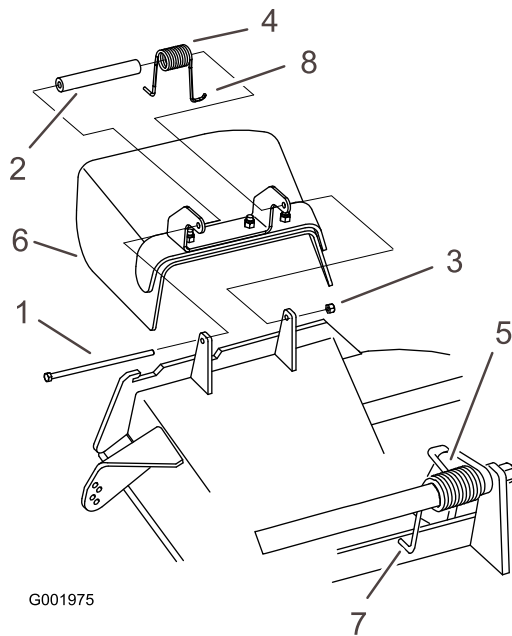

Figura 62
Nota: Asegúrese de colocar el extremo en **L** del muelle detrás del reborde de la plataforma antes de instalar el perno, según se muestra en la Figura 62.
3. Instale el perno y la tuerca. Coloque el extremo en **J** del muelle alrededor del deflector de hierba (Figura 62).
1. Retire la contratuerca, el perno, el muelle y el espaciador que sujetan el deflector a los soportes de pivote (Figura 62). Retire el deflector de hierba dañado o desgastado.